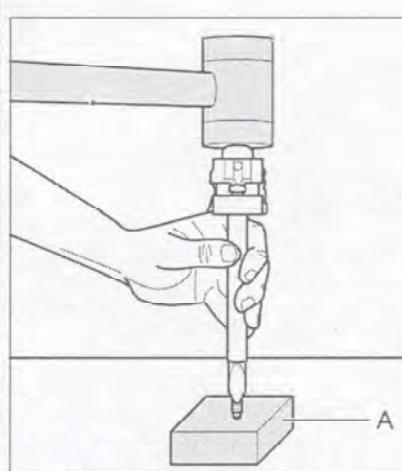

Рис. 7.258. Установите цилиндр на вал с помощью деревянного молотка (A — деревянный брус).
3. Установите цилиндр на вал с помощью деревянного молотка (A — деревянный брус) (рис. 7.258).